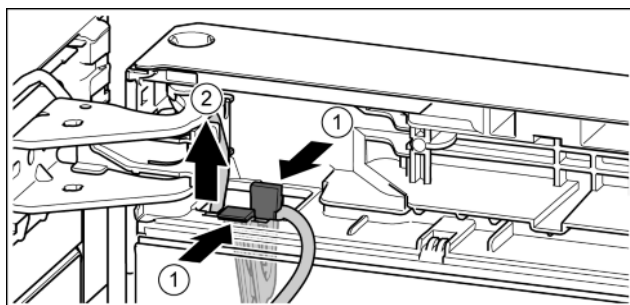

Fig. 19
- Нажать на соединительную накладку. Fig. 19 (1)
- Вынуть держатель кабеля с закрепленным на нем кабелем. Fig. 19 (2)